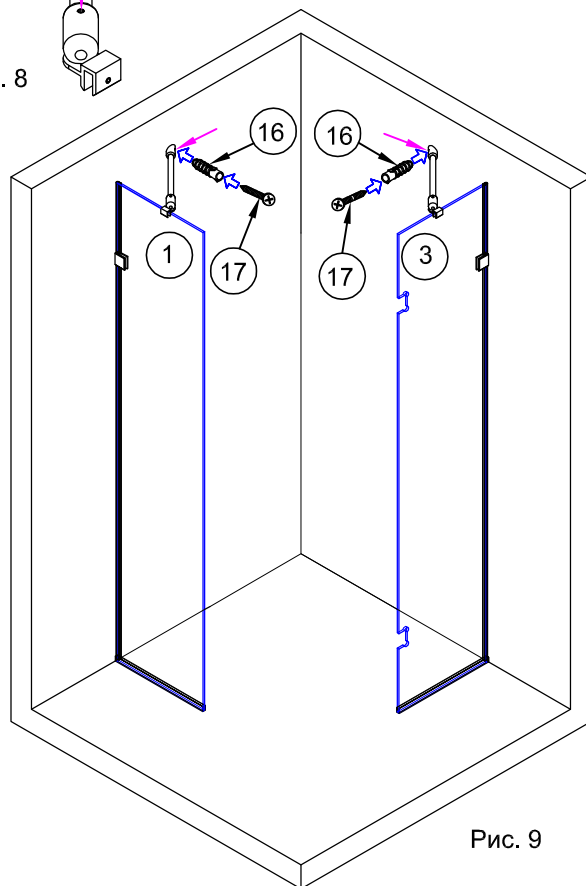

Рис. 9
3.2. Установить собранные штанги на стеклянные панели (рис.9).
3.3. Отметить через отверстия в держателях №15 места сверления отверстий под дюбели (рис.9). Убрать штанги в сторону.
Вставить в отверстия дюбели №16. При необходимости использовать молоток. (рис.9)